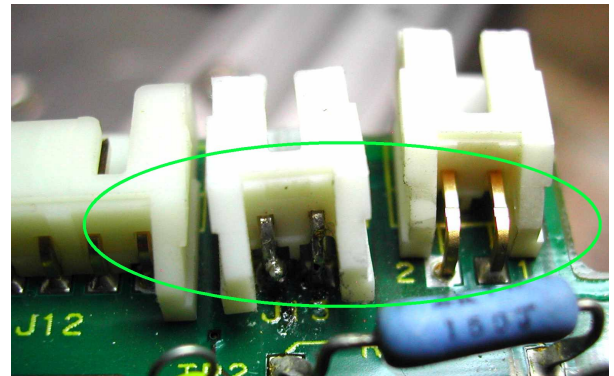

Abb. 2: Defekte Stecker
b) Oszilloskop zeigt an Buchse REF OUT kein Signal. Ursache: Referenzoszillator erhält keine Spannung, weil Steckbuchse J8 wegen verrutschter Hülse des Steckers die Stifte nicht kontaktieren kann (Abb. 2, rechte Seite). Beim linken Stecker J13 war trotz eines offensichtlichen Reparaturversuchs ein Stift abgebrochen.